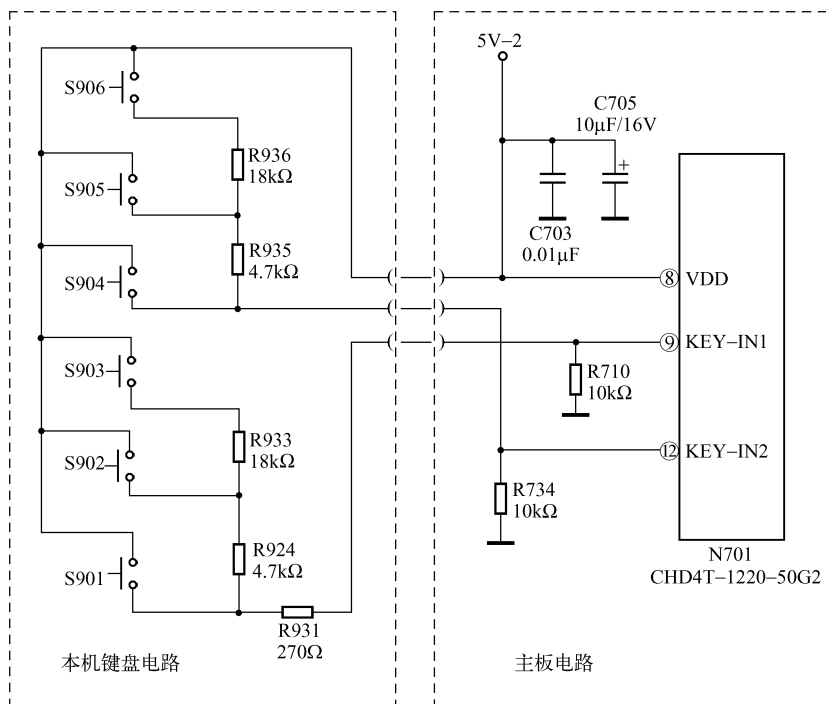

图 5-8 长虹 H2186W 机型中本机键盘扫描电路
在长虹 H2186W 机型中, N701 的⑨脚电路只用于一部分本机键盘扫描信号输入, 而另一部分的扫描信号则是输入到 N701 的⑫脚。其外部接口电路如图 5-8 所示。因此, 当该种机型出现本机键盘故障时, 应首先注意检查 N701 的⑨、⑫脚电压, 以及外接的接口电路。